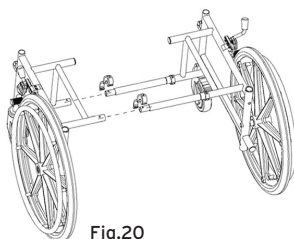

Fig.20
- Collegare la parte appena assemblata all'altro lato del telaio per mezzo degli stessi due tubi di fissaggio e di ulteriori due C-clip come descritto al punto precedente (Fig.20);